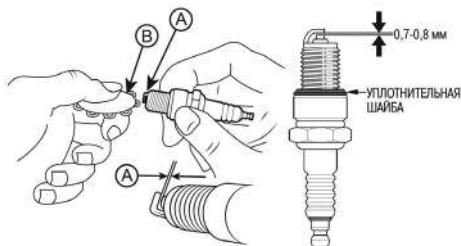

Рис. 21 Проверка зазора между электродами
- Измерьте зазор между электродами свечи зажигания специальным щупом. Зазор должен быть $0,7-0,8$ мм (Рис. 21). При увеличении или уменьшении